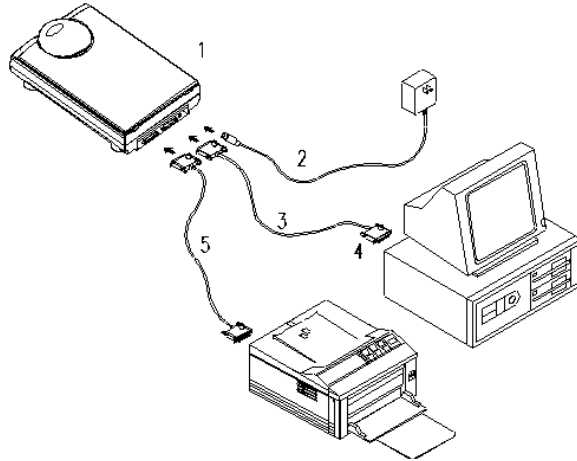

Figura 2: Conexión del escáner, la impresora y el ordenador personal
3. Conecte el cable de la impresora a la conexión de la impresora ('Printer') de la parte trasera del escáner. Véase figura 2.
5. Conecte el otro extremo del cable a la otra conexión del escáner. Véase figura 2.